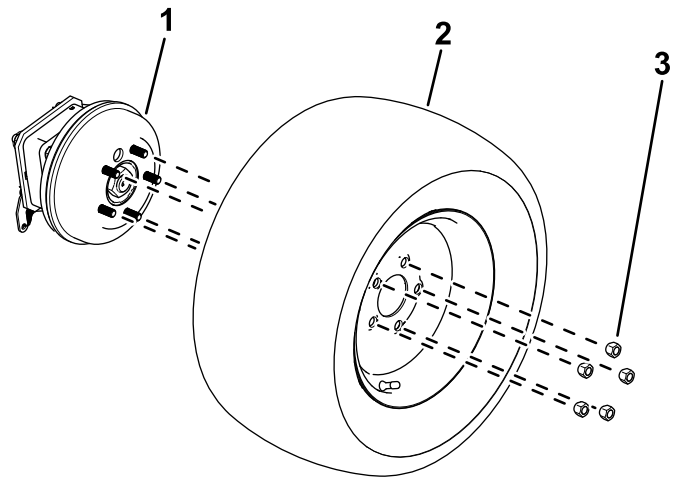

Bild 11
2. Lösen und entfernen Sie die Radmuttern (Bild 11).
3. Nehmen Sie Räder von den Radnaben ab (Bild 11).
- 1. Verwenden Sie die zuvor entfernten Radmuttern, um die Räder an der Radnabe zu befestigen (Bild 11).